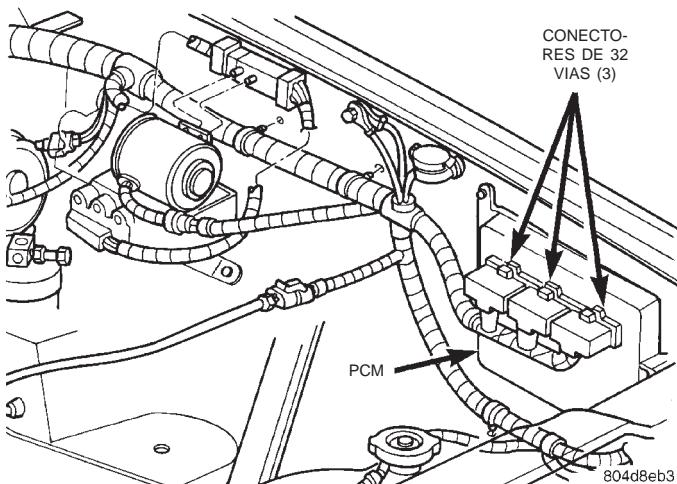

Fig. 17 Módulo de control del mecanismo de transmisión (PCM)
(1) Verifique que los tres conectores eléctricos de 32 vías se encuentran completamente insertados en el conector del Módulo de control del mecanismo de transmisión (PCM) (Fig. 17).